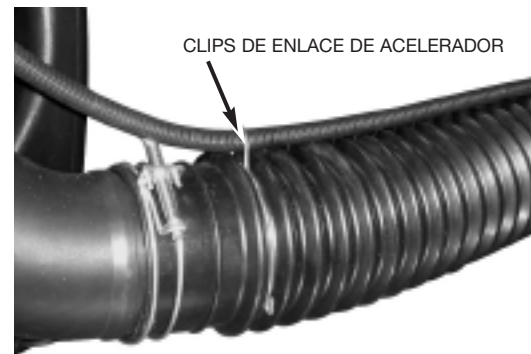
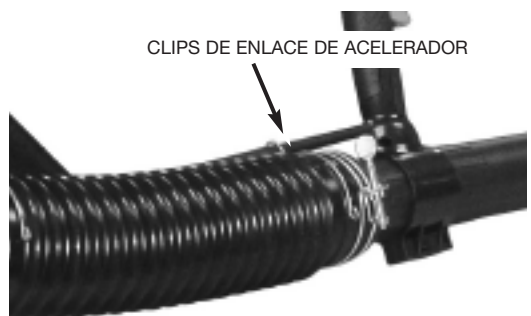

Fig. 5
Fig. 6
4. Conecte los clips de enlace de acelerador (# 24 - Conozca su soplador) - a ambos extremos del tubo flexible para asegurar el cable de acelerador. (Consulte la Fig. 5 y Fig. 6)